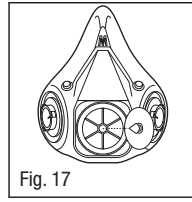

Fig. 17
2. Pegue a válvula e puxe a haste da válvula para fora a partir do assento da válvula (Fig. 17).